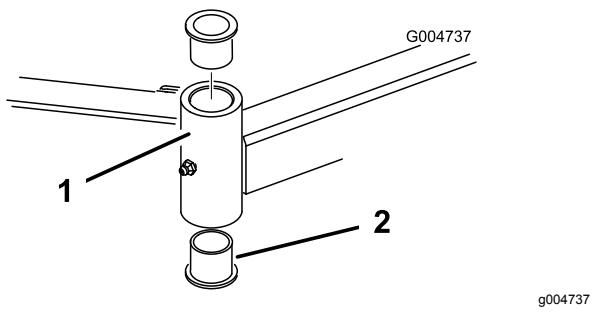

Figura 102
4. Introduza um punção para cavilhas na zona superior ou inferior do tubo de montagem e retire o casquinho para fora do tubo (Figura 102).